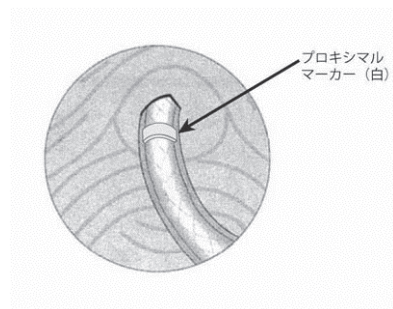

図8
- (12) 再度、X線不透マーカ―の正しい位置を確認する。デリバリーシステムに付いているプロキシマルマーカ― (白) はステントの近位側の位置を示している。ステントを経乳頭的に留置する場合、ステントが十二指腸側から5mm以上突出しないようにするために、内視鏡下でステント近位側にあるプロキシマルマーカ―の位置を確認する必要がある (図8 参照)。ステントのプロキシマルマーカ―は、デリバリーシステムのプロキシマルマーカ― (白) と接している。